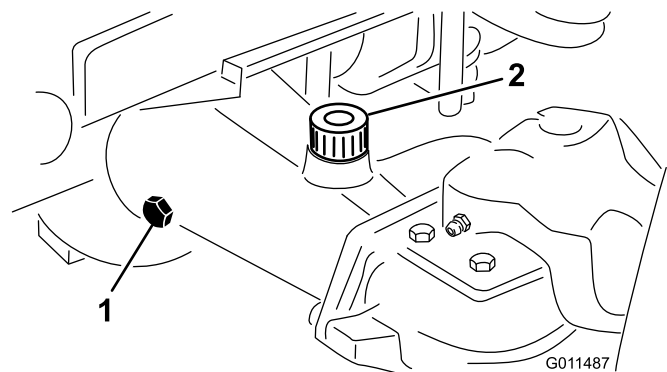

Figura 16
2. Retire un tapón de verificación de un extremo del eje y asegúrese de que el lubricante llega al borde inferior del orificio (**Figura 16**).